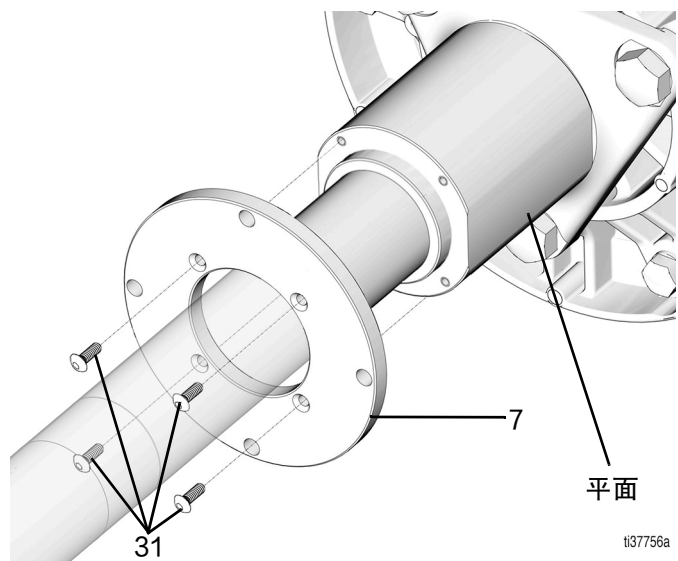

图 5
7. 使用 1/8 英寸六角扳手卸下固定安装法兰 (7) 的四个螺丝 (31) (图 5)。
8. 拆下安装法兰 (7), 露出平面 (图 5)。